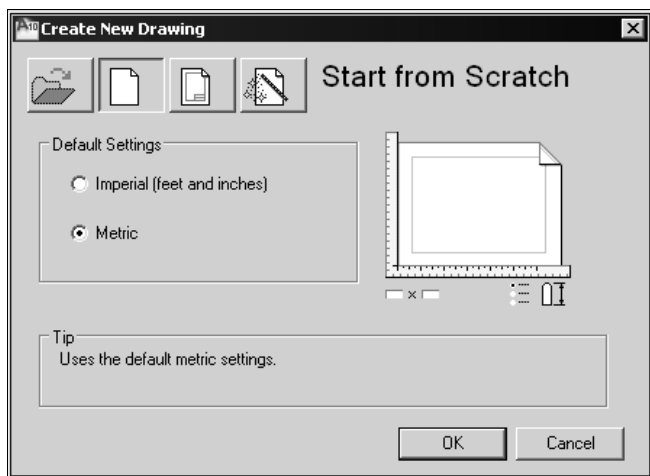

Рис. 2.5. Диалоговое окно начала работы **Create New Drawing**
- ♦ запустить операцию открытия рисунка в диалоговом окне **Create New Drawing** (Открытие рисунка) (см. рис. 2.5);
В некоторых случаях удобнее воспользоваться диалоговым окном **Create New Drawing** (Создание нового рисунка) (рис. 2.5), которое появляется, если присвоить системной переменной **STARTUP** значение 1. Окно появляется, если **FILEDIA** = 1.